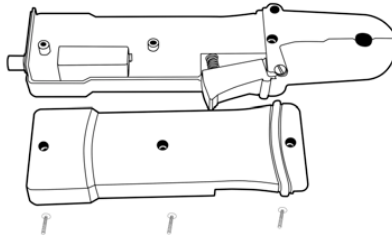

Figure 5: Installation de la pile
- (3) Bien respecter la polarité de la pile et la mettre, comme indiqué sur la figure 5.
- (4) Remettre le couvercle et les 3 vis.